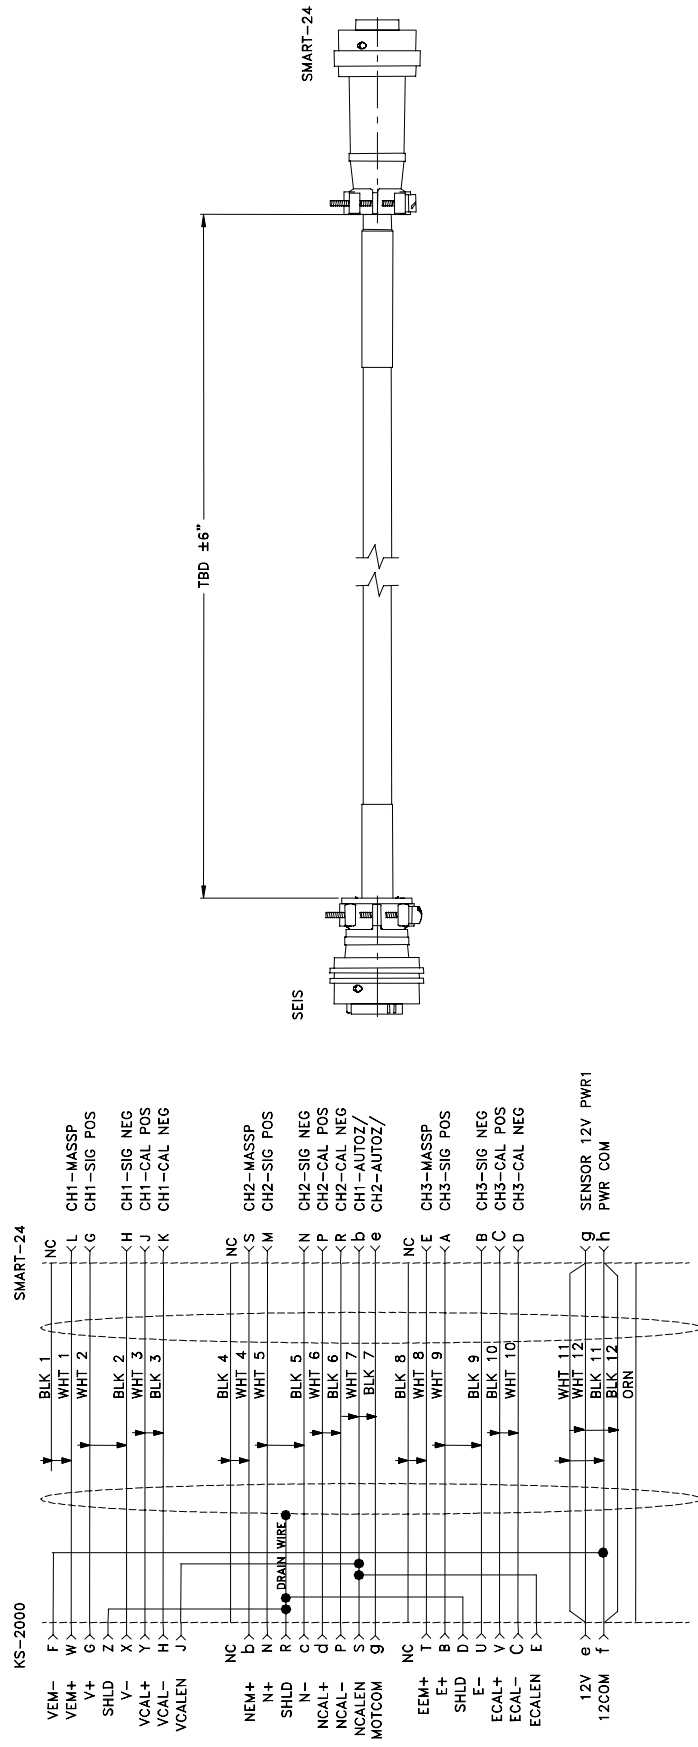

图 A-7. SMART-24 到 KS-2000 电缆
- 图 A-7. SMART-24 到 KS-2000 电缆